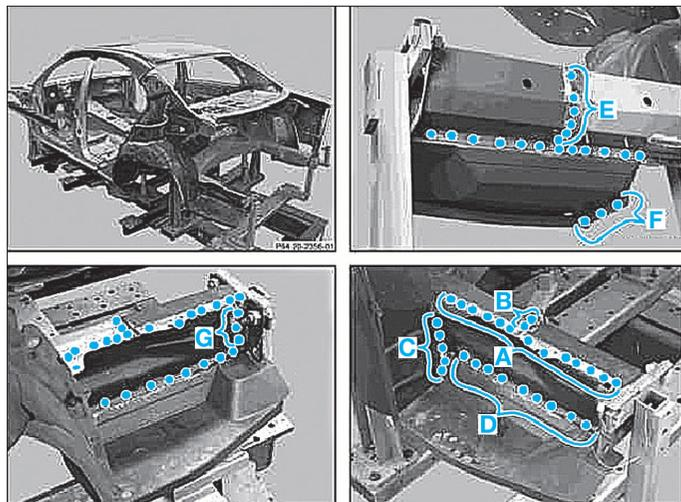

FIG. 94
- Souder par points bouchon l'embout de longeron sur la caisse zones (B) et (E) (Fig.94).